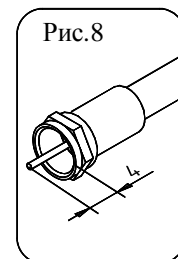

Рис.8
6.3.3. Навернуть вилку F-разъема на подготовленный конец кабеля. Обрезать центральную жилу кабеля до размера 4 мм (рис.8). Аккуратно обрезать выступающую оплетку.